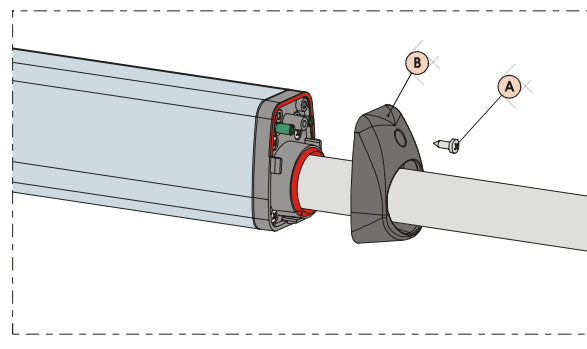

Fig. 18
- 1) Dévisser la vis de fixation supérieure, Fig.18 réf.A, et extraire le couvercle, Fig.18 réf.B.
- 5) Repositionner le couvercle, Fig.18 réf.B, et serrer de nouveau la vis de fixation, Fig.18 réf.A.